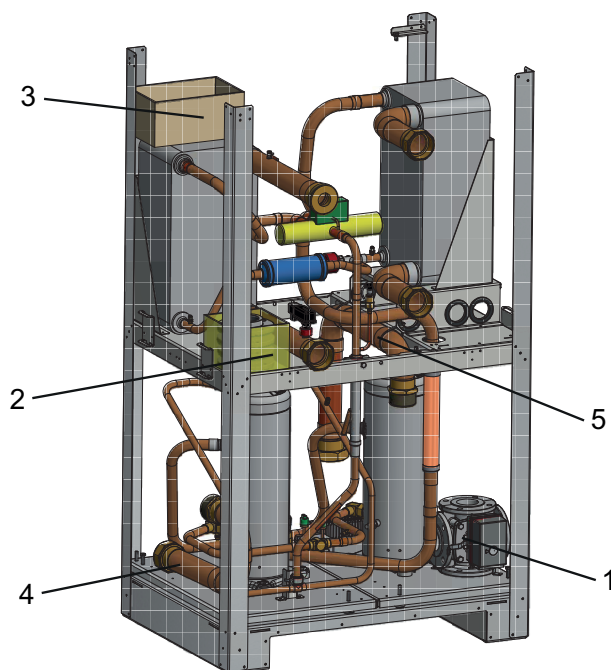
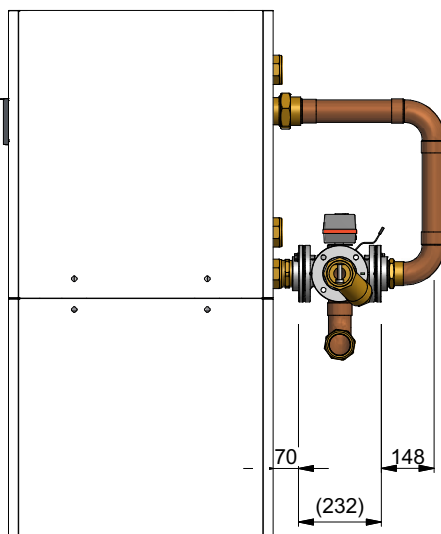

Fig. 7.1:
Fig. 7.3:
La vanne d'inversion hydraulique 4 voies (1) pré-montée avec le servomoteur est fixée sur la plaque de base avec 3 équerres de fixation. Les équerres de fixation doivent être retirées, le joint de bride placé sous la vanne d'inversion 4 voies devant être utilisé (voir Fig. 7.1 - page 11). Des joints de bride supplémentaires se trouvent dans la pochette contenant les brides filetées accompagnant l'appareil (2). Les éléments de raccordement sont rangés avec le filtre de protection dans le carton de livraison (3) sur l'échangeur thermique à plaques. Un ensemble tuyau pré-monté (4) se trouve sur la plaque de base et un autre ensemble tuyau (5) est fixé dans la partie supérieure sur un élément de tôle. Ces ensembles tuyaux doivent être raccordés avec les brides filetées comme cela est représenté dans la Fig. 7.3 - page 13.
Durant cette opération, veiller à obtenir les cotes d'espacement montrées dans la Fig. 7.3 - page 13 en procédant à l'étanchement entre le manchon double et la bride filetée sur la pompe à chaleur d'un côté, et entre l'ensemble tuyau " Départ eau de chauffage " et la bride filetée de l'autre côté. Une fois la position de montage requise atteinte, les brides doivent être reliées à la vanne d'inversion hydraulique 4 voies avec les joints fournis au moyen de vis, rondelles et ressorts-bagues.